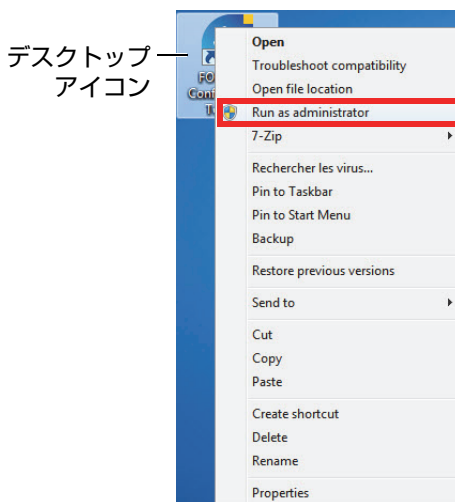

図 5-1 構成ツールを開く
- ◆ デスクトップで構成ツールアイコンを右クリックし、**[管理者として実行]** > **[はい]** をクリックします (図 5-1 ページの 20 を参照)。